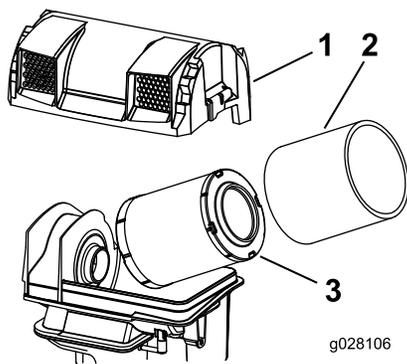

Figura 22
3. Retire los elementos de gomaespuma y papel (Figura 22).
4. Separe el elemento de gomaespuma del elemento de papel (Figura 22).
2. Instale los elementos en la base del limpiador de aire (Figura 22).